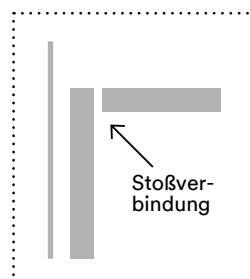
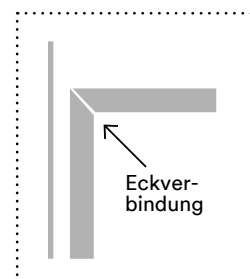

Abbildung 2
Abbildung 3
- Wenn Verbindungen erforderlich sind, z. B. an Ecken wird eine Gehrungs- oder Stoßverbindung empfohlen (*siehe Abbildung 2 und Abbildung 3*).